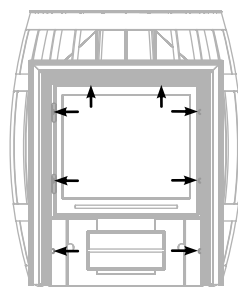

Рисунок 5. Винты для демонтажа дверки при монтаже печи «Саяны Витра»
Для обеспечения хорошего воздухообмена в парилке рекомендуется организовать приточно-вытяжную вентиляцию (см. рисунок 5).
- 1) открутить саморезы 8 шт., которыми прикрепляется дверка с рамкой к топливному каналу и снять ее; (см. рисунок 5)